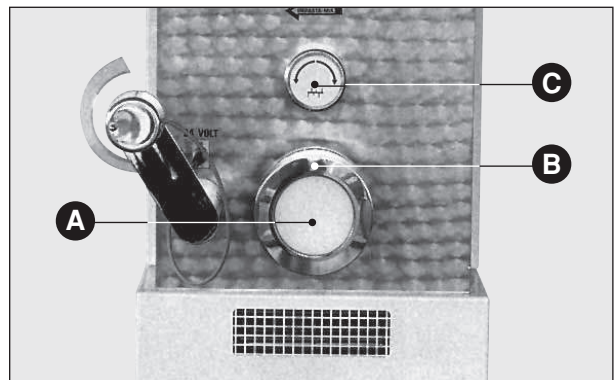

Fig. 3
- accertarsi inoltre che il tappo in plastica (**Fig. 3 A**) sostitutivo della trafila sia ben posizionato e la ghiera (**Fig. 3 B**) ben chiusa;
- infine bloccare sicuramente il mescolatore nella sua sede mediante la manopola di testa (**Fig. 3 C**).